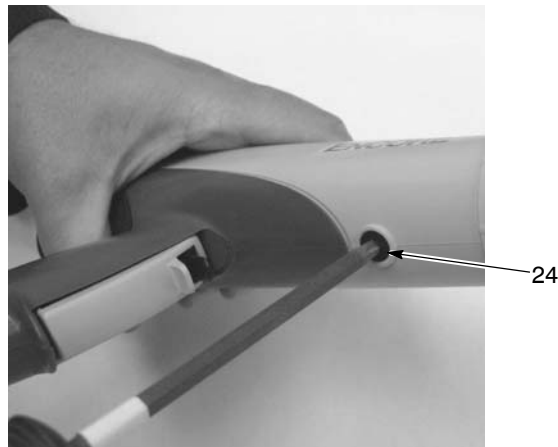

Fig. 5-5 Dépose de la vis du corps du pistolet
5. Voir la figure 5-5. Retirer la vis en nylon M5 x 10 (24) du corps du pistolet.
20. Voir la figure 5-5. Monter la vis en nylon à tête plate M5 x 10 dans le corps du pistolet pour le fixer à la poignée.